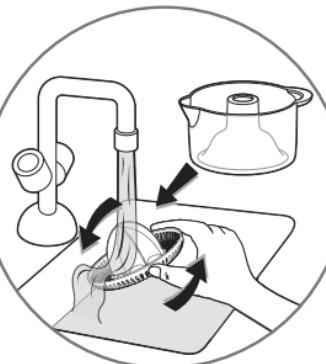

fig.3
- Nettoyez la verseuse (**B**) et le cône plastique (**C**) immédiatement après l'utilisation pour éviter que la pulpe ne colle (fig. 3).
- Always unplug the appliance before cleaning the motor unit (A).
- Do not immerse the motor unit (A) or place it under running water. Clean the motor unit (A) with a damp cloth. Dry carefully.
- Clean the jug (B) and the plastic cone (C) immediately after use to avoid the pulp from sticking to them (fig. 3).
- The jug (B), the plastic cone (C) and the protective cover (D) may be cleaned in the dishwasher in the top tray using the « ECO » or « SLIGHTLY DIRTY » programme.
- Store with the protective cover (D) in place.
- Haal altijd de stekker uit het stopcontact voordat u het motorblok (A) gaat reinigen.
- Dompel het motorblok (A) niet onder of was het niet onder stromend water. Reinig het motorblok (A) met een vochtige doek. Droog het vervolgens zorgvuldig af.
- Reinig de kom (B) en de kunststof perskegel (C) onmiddellijk na gebruik om te voorkomen dat het achtergebleven vruchtvlees aankookt (fig. 3).
- De kom (B), de kunststof perskegel (C) en het beschermdeksel (D) kunt u in de bovenste korf van de vaatwasmachine wassen, waarbij u het programma "ECO" of "LICHT VERVUILD" gebruikt.
- Breng het beschermdeksel (D) aan wanneer u het apparaat opbergt.
- Ziehen Sie vor der Reinigung des Motorblocks (A) immer den Netzstecker heraus.
- Tauchen Sie den Motorblock (A) nicht ins Wasser und halten Sie ihn nicht unter fließendes Wasser. Reinigen Sie den Motorblock (A) mit einem feuchten Tuch. Trocknen Sie ihn sorgfältig ab.
- Reinigen Sie Behälter (B) und Presskegel (C) unmittelbar nach dem Gebrauch, damit kein Fruchtfleisch kleben bleibt (**Abb. 3**).
- Behälter (B), Presskegel (C) und Schutzabdeckung (D) können mit dem „ECO“ oder „LEICHT VERSCHMUTZT“ Programm im oberen Korb der Spülmaschine gereinigt werden.
- Bewahren Sie das Gerät mit aufgesetzter Schutzabdeckung (D) auf.